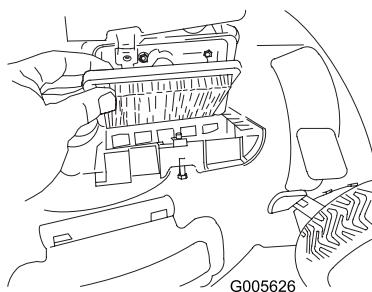

Figura 30
2. Sostituite il filtro dell'aria (Figura 30).